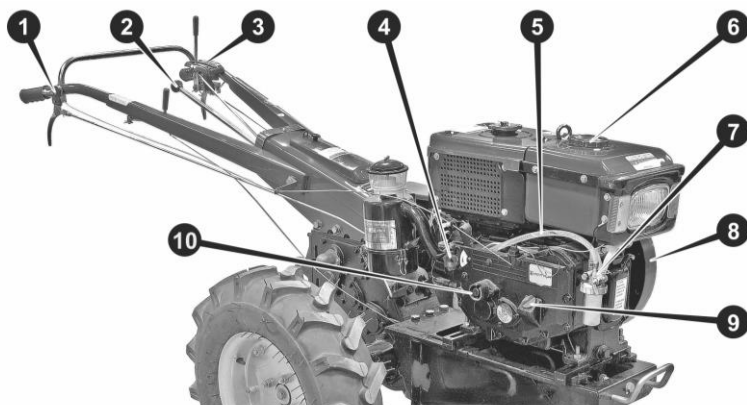

Рисунок 47. Пробний запуск
3. Встановити важіль зчеплення (3) у положення «ВИМК». Важіль перемикає передачі (2) встановити у нейтральне положення.
4. Перевірити, щоб гайка-баранчик (4) не була затиснута. Встановити важіль ручного газу (1) на максимум (вгору). Відкрити паливний кран (7), переконатися у відсутності підтікання палива.
5. Дістати з інструментального ящика рукоятку (11) і вставити у спеціальне гніздо (10) на кришці картера двигуна. Рукоятка повинна виступати храповика зафіксуватись на пусковому валу.
6. Щоб створити потрібний тиск палива на форсунці, треба повернути лівою рукою важіль декомпресора (12) у крайнє положення, до упору, а правою плавно обертати рукоятку (11) за годинниковою стрілкою – зробити кілька обертів.
7. Утримуючи декомпресор (12) у повернутому положенні, з прискоренням розкручувати маховик (8), максимально збільшуючи оберти. Коли через 5-7 обертів рукоятки швидкість обертання маховика стане максимальною, зробити посилений ривок рукоятки і одночасно відпустити декомпресор.
8. Відразу як тільки двигун заведеться, повернути рукоятку (11) до інструментального ящика.
9. Через 5-10 секунд після запуску двигуна встановити важіль ручного газу (1) на середні оберти. Для контролю працездатності двигуна достатньо дати йому попрацювати 1-2 хвилини.
11. Щоб заглушити двигун, встановіть важіль ручного газу (1) в мінімальне положення, після цього необхідно відразу закрити паливний кран (7) (див. рис. 47.)